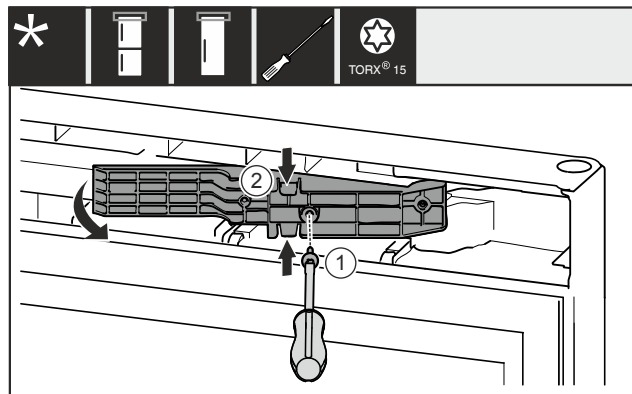

Fig. 16 *
- Îndepărtați șurubul Fig. 16 (1).*
- Comprimați ușor partea de sus și de jos și extrageți adaptorul Fig. 16 (2).*